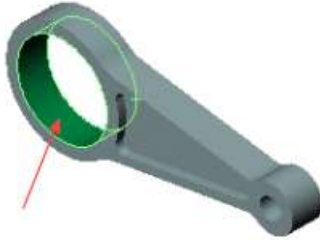

Рисунок 1.6 – Грань для закріплення
- У графічній області натисніть на грань великого отвору. «Грань < 1 >» відобразиться в полі вибору (рис. 1.6).